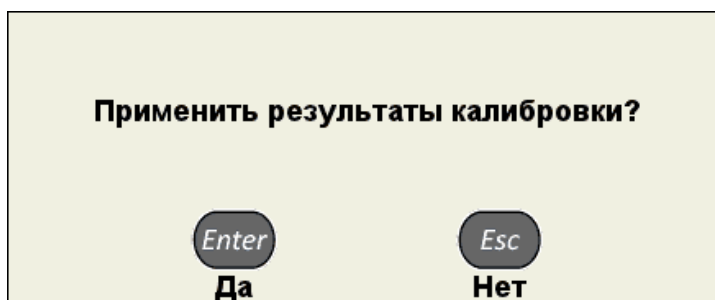

Рисунок 18
- нажать клавишу  . Откроется подтверждающее окно (рисунок 18);